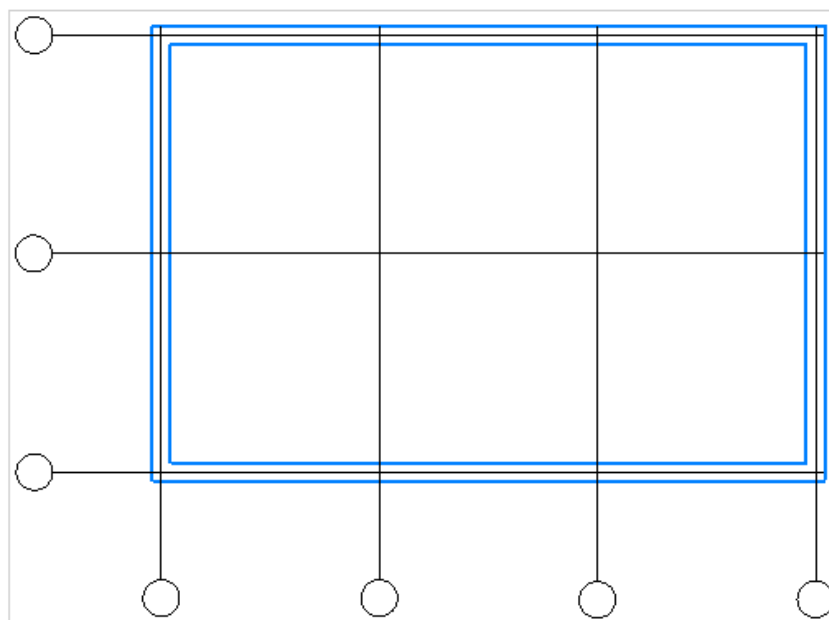

Рисунок 73.
8. На инструментальной панели **Геометрия - Отрезок, Стиль линии - Тонкая**, наносим на вспомогательные линии. Удалить вспомогательные прямые: **Главное меню - вкладка Черчение - Удалить вспомогательные прямые и точки**. Готовая сетка рисунок 73.